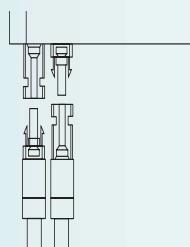

Fig. 12
- Conectar la polaridad positiva a los bornes (+) de la entrada de corriente continua y la polaridad negativa a los bornes (-) (Fig. 12).